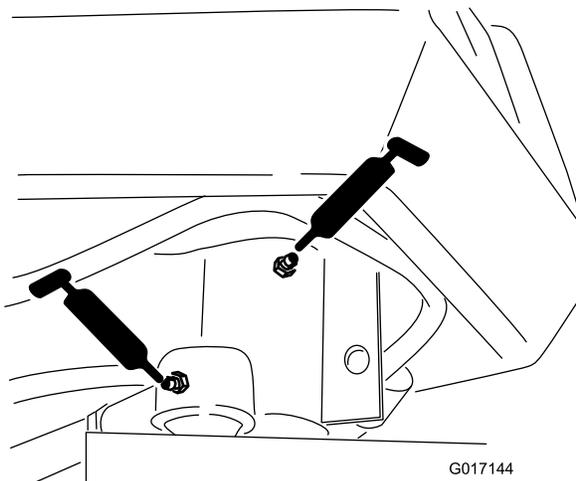

Figure 30
- Axe de fourche de direction (1) (Figure 30)
- Extrémité de la tige de vérin de direction (Figure 30)